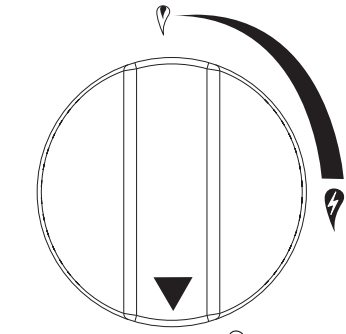

Figura 3
2. Asegúrese de que las perillas de control están en la posición "APAGADO". Vea la Figura 3.
3. La perilla de control tiene que estar en la posición "APAGADO". Vea la Figura 3.
- 2. La perilla de control tiene que estar en la posición "APAGADO". Vea la Figura 3.
- 1. La perilla de control tiene que estar en la posición "APAGADO". Vea la Figura 3.